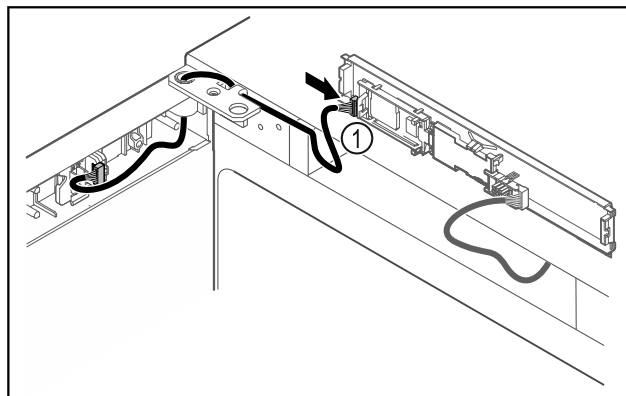

Fig. 43
- Συνδέστε το φινι Fig. 43 (1) στην πλακέτα.